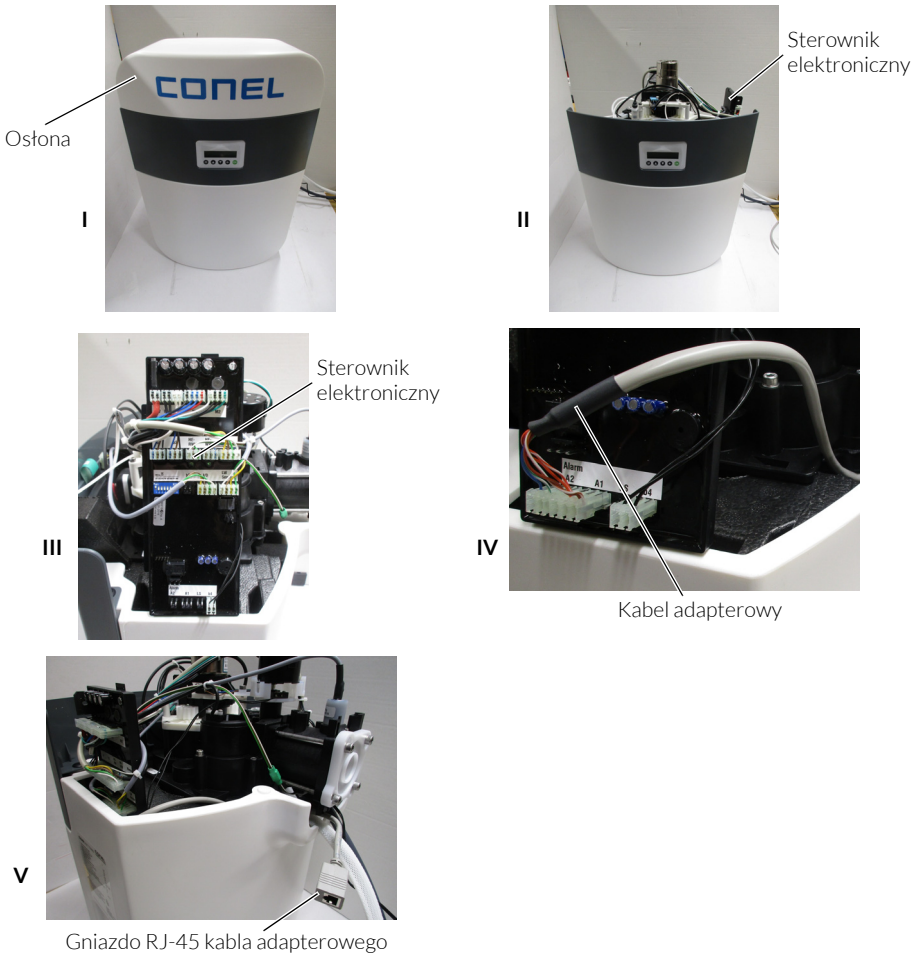

Rys. 3. Podłączenie kabla adapterowego do CLEAR SOFT
- / Zdjąć pokrywę w górę (patrz rys. 3 I i 3 II).
- / Wyciągnąć sterownik elektryczny z uchwytu (patrz rys. 3 III).
- / Oba wtyki kabla adapterowego umieścić w gniazdach A1 i A2 sterownika elektronicznego (patrz rys. 3 IV).
- / Wyprowadzić kabel adapterowy z urządzenia do tyłu (patrz rys. 3 V) i zabezpieczyć opaską.